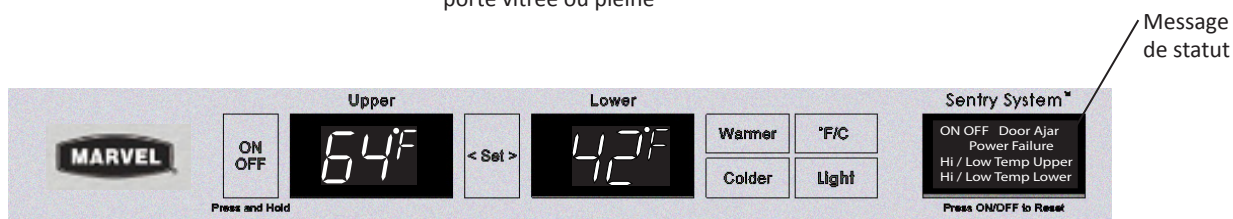

Figure 7
Une fois branchée à une prise électrique votre unité démarre. Le voyant à DEL du Sentry System™ va clignoter en couleur ambre sur des modèles à "zone unique" (Figure 6), ou afficher "power failure" sur des modèles à "deux zones" (Figure 7), afin d'indiquer qu'une coupure du secteur a eu lieu. C'est normal du fait que l'appareil a déjà été mis sous tension en usine pour un test d'assurance qualité. Appuyez brièvement sur bouton "ON/OFF" du clavier et relâchez-le, afin de restaurer l'état d'alerte du contrôle. La lumière indicatrice doit rester verte (pour single zone) Pas d'alarme (pour le dual zone). Pour mettre l'unité en marche/arrêt, (on/off) appuyez sur le bouton arrêt/marche au moins pour 5 secondes.
• Modèles à deux zones (Figure 7)